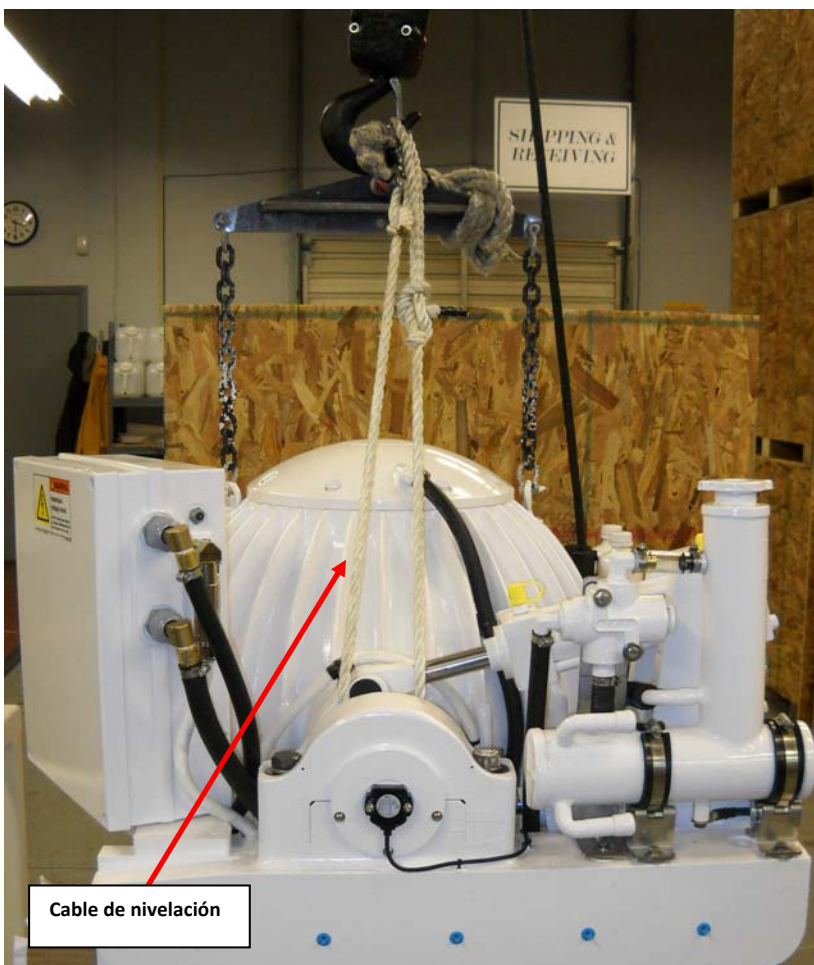

FIGURA 6 – DISPOSICIÓN PARA ELEVACIÓN
- 4) Fije la barra extensora en los dos ojetes de elevación ubicados en la parte superior del compartimiento del giróscopo. Fije también un cable de nivelación que conecte la viga separadora con el eje del cardán del freno. El giróscopo pesa 549 kg (1210 lb). Ver Figura 6 a continuación.